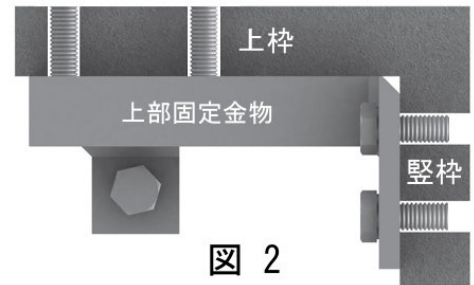

図 2
2. 上部固定金物の取り付け（図 2 参照）
- ① S サイズは上枠側の金物取り付け穴位置 4 箇所 M6 のタップ加工を施し、六角穴付ボルト M6X25 で取り付けます。また、縦枠側の金物取り付け穴位置 4 箇所には M8 のタップ加工を施し、六角ボルト M8X20 で取り付けます。
- ② L サイズは上枠側の金物取り付け穴位置 4 箇所に M8 のタップ加工を施し、六角穴付ボルト M8X25 で取り付けます。また、縦枠側の金物取り付け穴位置 6 箇所には M8 のタップ加工を施し、六角ボルト M8X20 で取り付けます。